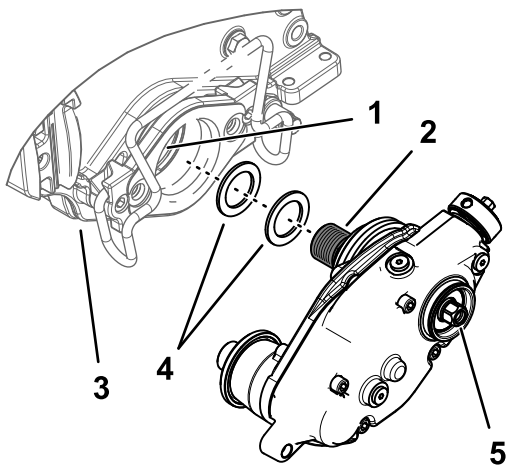

图 12
2. 如果疏草刀驱动箱安装在滚刀组的左侧应在黑色滚刀适配器的螺纹上安装 2 个填隙垫圈图 12。
4. 将疏草刀驱动箱添加到滚刀轴上图 12。
6. 在固定滚刀的同时上紧驱动箱轴六角头的扭矩至 135150N·m 请参阅图 12。